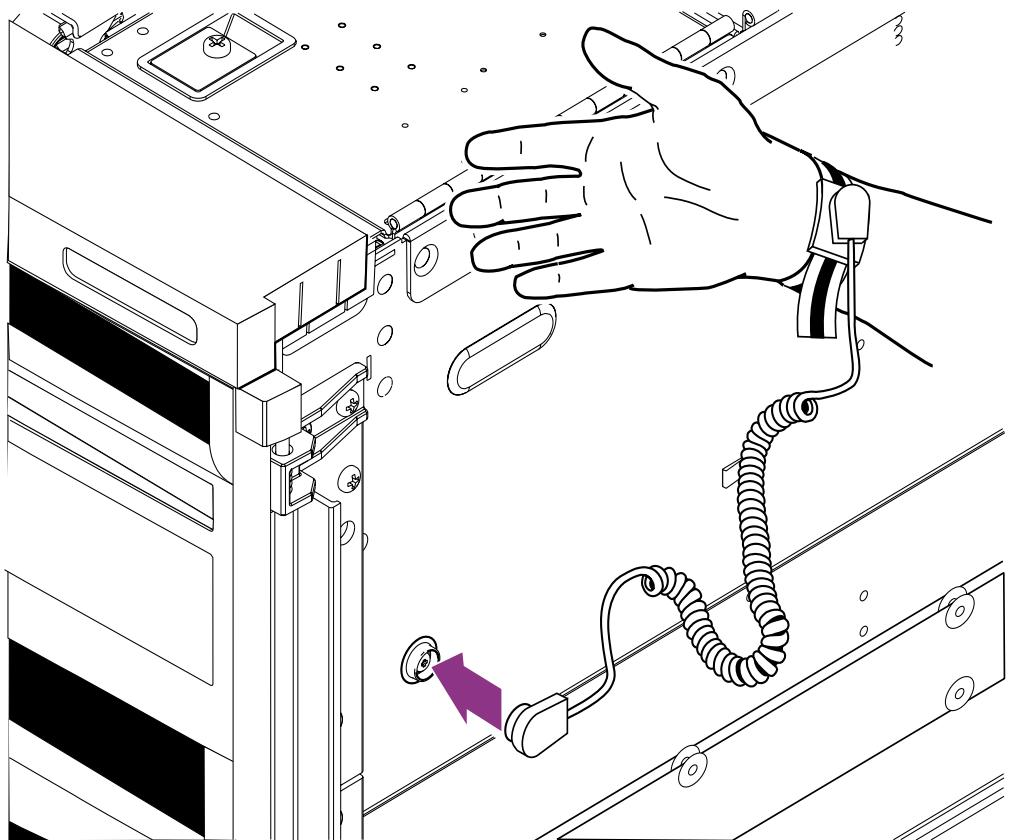
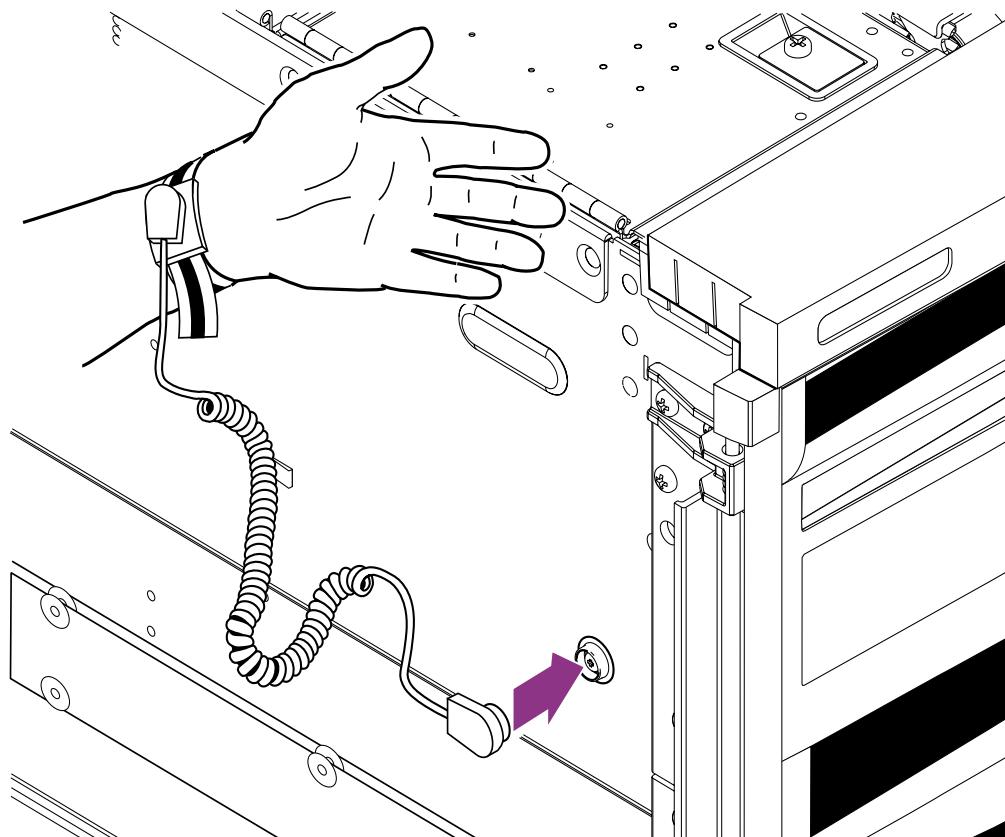

図 2 静電気防止用リストストラップの接続 – 右手側
図 3 静電気防止用リストストラップの接続 - 左手側
- 図 2 および図 3 に示すように、静電気防止用リストストラップをシャーシに接続します。